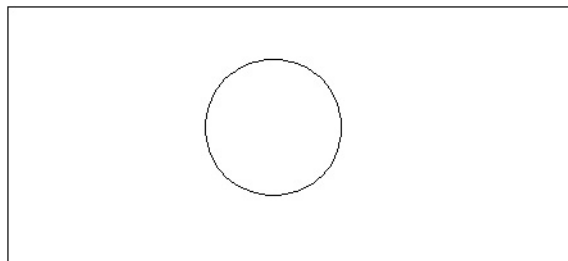

Рис. 10.15. Прямоугольник и круг
1. Перейдите на вкладку **Главная** и, воспользовавшись инструментами в группе **Рисование**, нарисуйте прямоугольник и круг, примерно как показано на рис. 10.15.